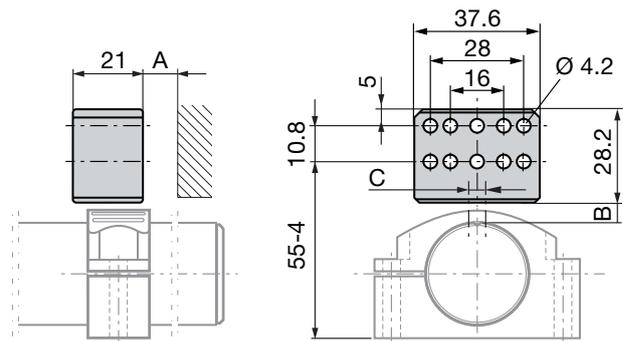
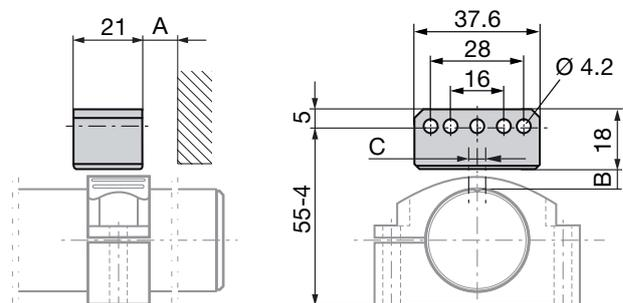

Bild 4-1: Maße und Abstände mit Positionsgeber BTL6-A-3800-2
Bild 4-2: Maße und Abstände mit Positionsgeber BTL6-A-3801-2
- Der Abstand A zwischen Positionsgeber und Teilen, die aus magnetisierbarem Material bestehen, muss mindestens 10 mm betragen (siehe Bild 4-1, Bild 4-2).
- Für den Abstand B zwischen Positionsgeber und Wegaufnehmer und für den Mittenversatz C (siehe Bild 4-1, Bild 4-2) sind folgende Werte einzuhalten:
Tab. 4-1: Abstand und Versatz für Positionsgeber (siehe Bild 4-1, Bild 4-2)